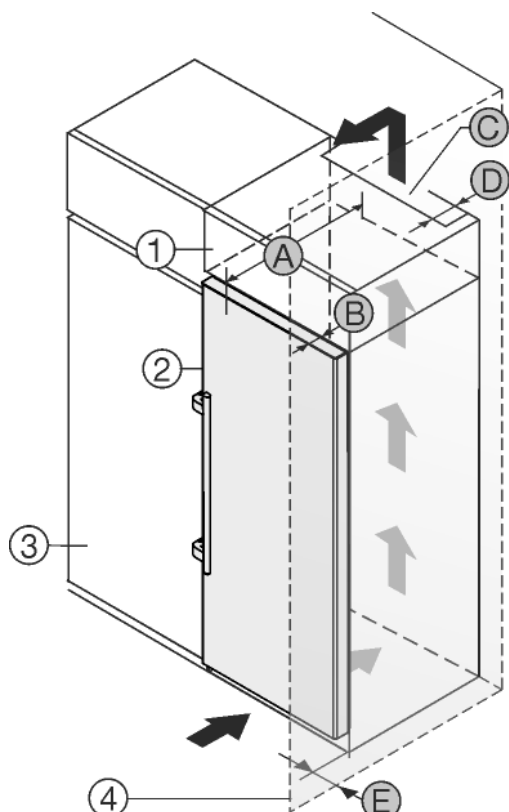

Fig. 2
Установите устройство непосредственно рядом с кухонным шкафом Fig. 2 (3)*
На задней стенке дополнительного шкафчика должен быть вентиляционный канал с глубиной Fig. 2 (D) по всей ширине этого шкафа.*
Нужно соблюдать вентиляционное отверстие Fig. 2 (C) под нижней панелью.*
Если устройство установлено на шарнирах у стены Fig. 2 (4), то расстояние между устройством и стеной должно быть не менее 57 мм. Настолько выступает ручка при открытой дверце.*
Чтобы можно было полностью открыть двери, устройство должно выступать на глубину двери Fig. 2 (B) относительно передней стенки кухонного шкафа. В зависимости от глубины кухонных шкафов Fig. 2 (3) и использования пристенных распорок устройство может выступать и больше.*